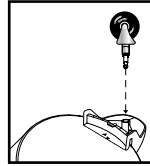

FIGURA 6
9. Inserte las ruedas dentro de las bases colocando el vástago de la rueda dentro de los orificios provistos. Aplique presión y enrosque hasta que las ruedas encajen en su lugar **FIGURA 6**.